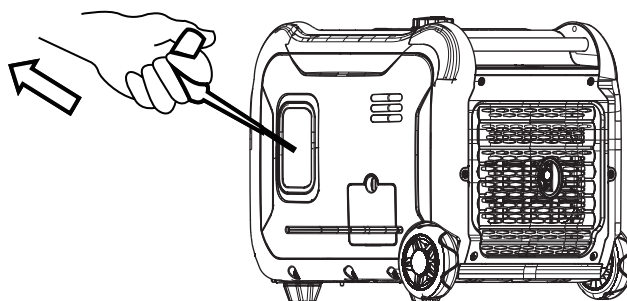

Figure 6: Tirez la poignée de rappel de l'onduleur
4. Puis tirez rapidement la poignée de démarrage (voir Figure 6), le générateur fonctionne normalement.